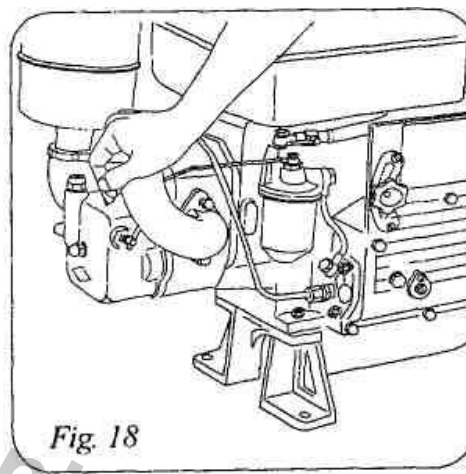

Рис.18
4.4.9.2 При экстренной остановке двигателя можно также снять воздушный фильтр и заблокировать подачу воздуха рукой (рис.18).